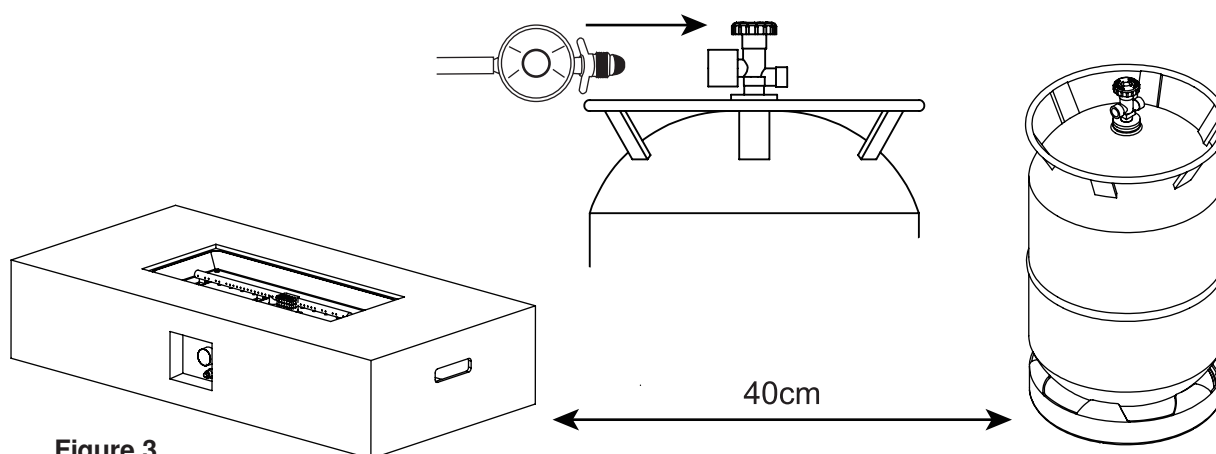

Figure 3
4. Prijunkite reguliatorių prie dujų baliono vožtuvo ir gerai priveržkite (žr. Figure 3).